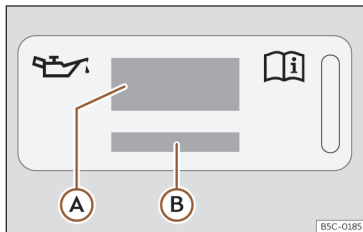
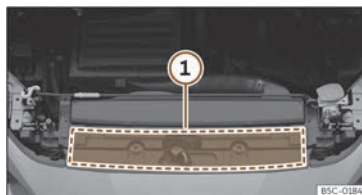

Fig. 197 Al compartiment del motor: etiqueta d'oli de motor
Fig. 198 Al compartiment del motor: zona d'ubicació de l'etiqueta d'oli de motor
Legenda de la >>> **fig. 197:**
Si heu d'omplir l'oli del motor, utilitzeu un dels olis indicats a l'etiqueta >>> **fig. 197**. L'etiqueta amb la norma prescrita es troba a la part davantera al compartiment del motor >>> **fig. 198**
- Si falta l'etiqueta amb l'especificació de l'oli motor >>> **fig. 197**, poseu-vos en contacte amb un taller especialitzat.